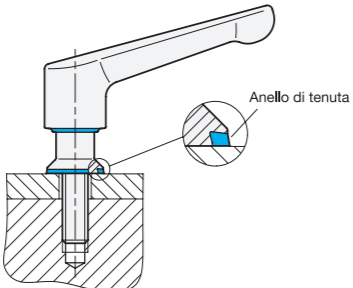

Fig. 1
- È necessario assicurarsi che la maniglia a leva venga utilizzata solo in combinazione con l'anello di tenuta fornito in dotazione. La guarnizione ha forma conica. È pertanto necessario fare attenzione alla corretta posizione di montaggio (Fig. 1).